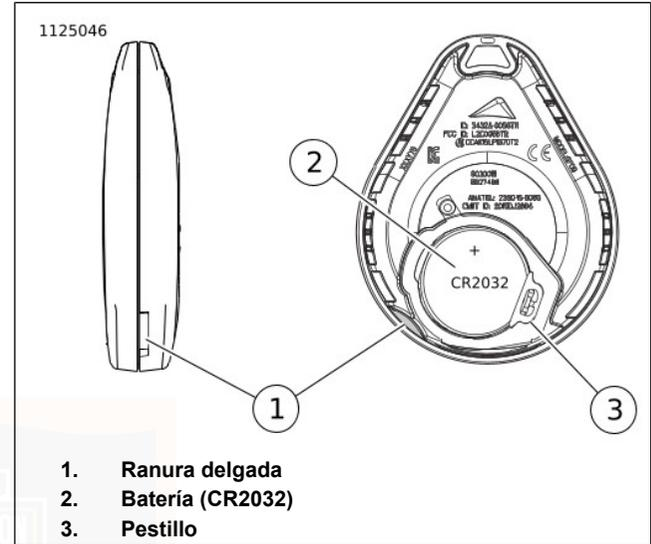

Figura 34. Reemplazo de la batería del llavero con mando a distancia
- a. Vea Figura 34. Coloque una hoja delgada en la ranura (1).